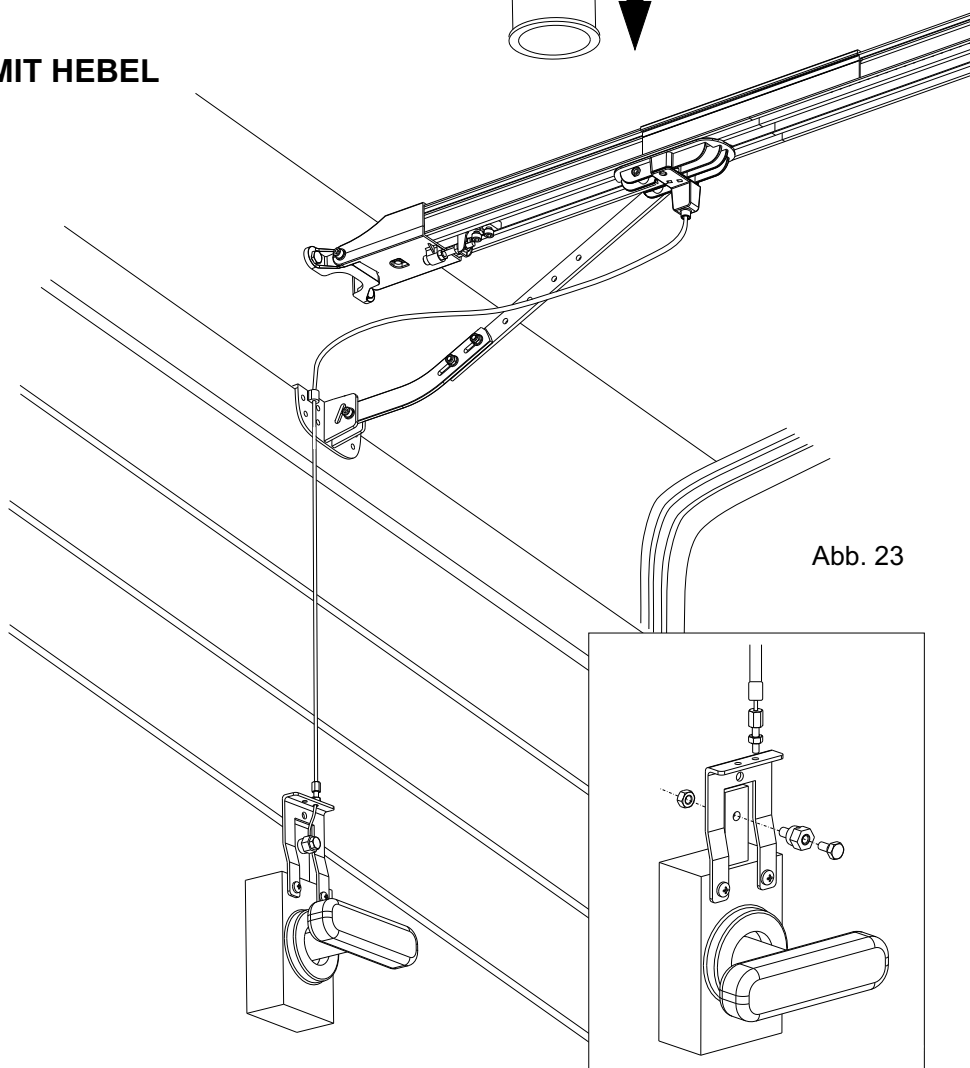

Abb. 23
- Den Hebel drehen und die Tür manuell öffnen (Abb. 23).